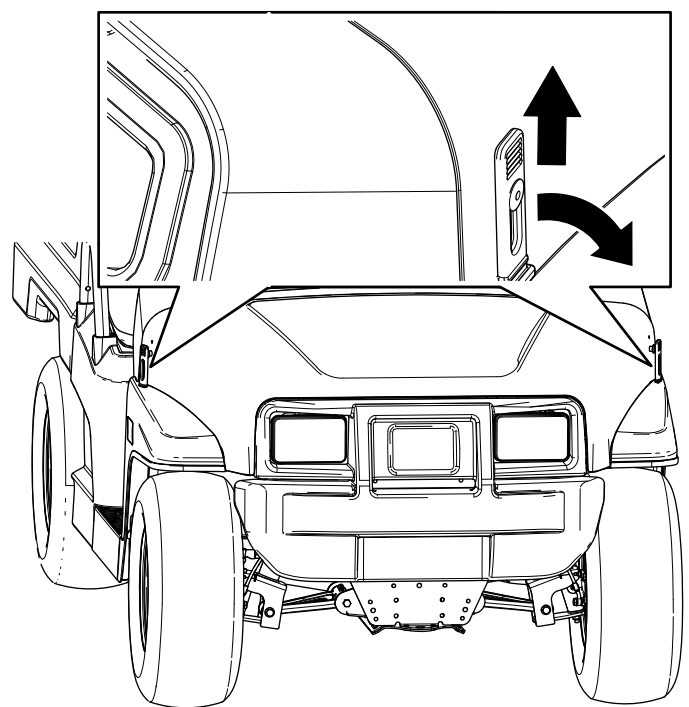

Рисунок 25
2. Закрепите капот, совместив резиновые защелки с фиксаторами защелок с каждой стороны капота (**Рисунок 25**).
1. Поднимите ручки резиновых защелок с каждой стороны капота (**Рисунок 25**).